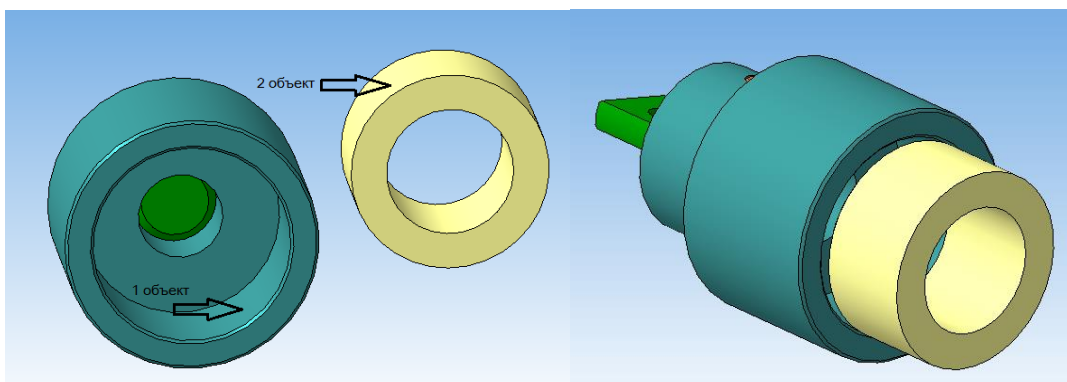

Рисунок 66.
25. Поверните сборку нижней стороной к себе (рисунок 66).
27. В качестве первого объекта сопряжения укажите внутреннюю поверхность большого отверстия корпуса, второго объекта - внешнюю поверхность кольца (рисунок 66).